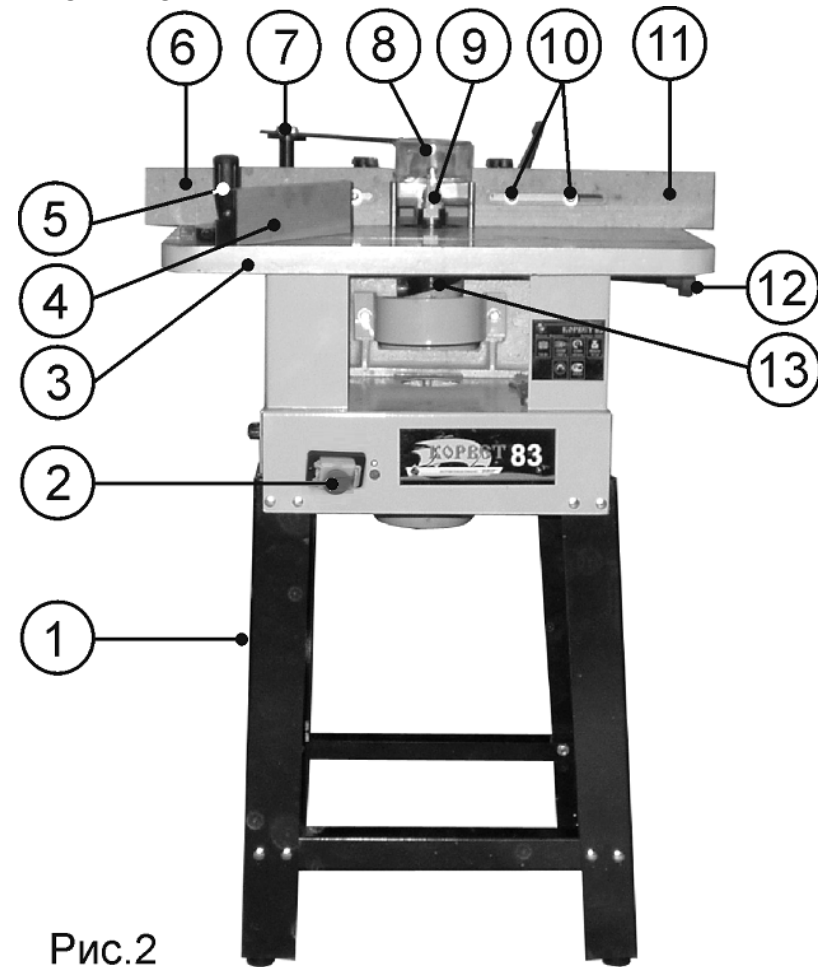

Рис.2
7.1. Станок состоит из следующих сборочных единиц и деталей (Рис.2, 3)
- 8.1.1. Из двух боковых панелей (Б) и двух планок (И), используя крепёж (М), Рис. 1, соберите основание (1), Рис.2.
- 8.1.2. Установите станок (А), и используя крепёж (М), Рис. 1, закрепите на основании (1), Рис.2.
- 8.3.2. На стойке (23) винтами фиксации (10) закрепите заднюю и переднюю направляющие планки (6 и 11), Рис.2; 5.